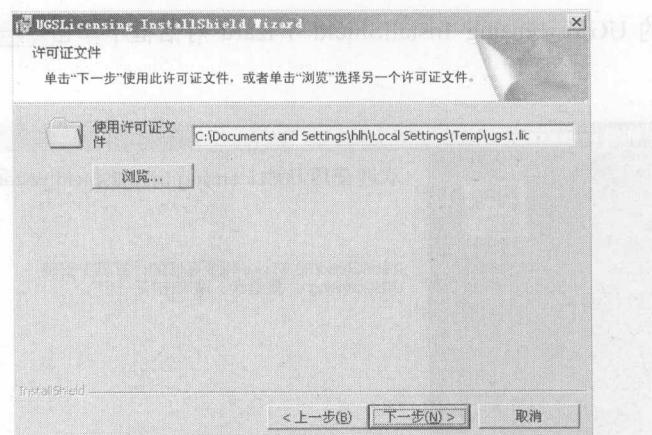

图 1-5 确认许可证
7. 在对话框中的“使用许可证文件”选项下方单击浏览...按钮，并将弹出的“浏览至UGS公共许可证文件”对话框定位至“使用许可证文件”所在的位置，再单击对话框中的下一步(N)>按钮，如图1-5所示。